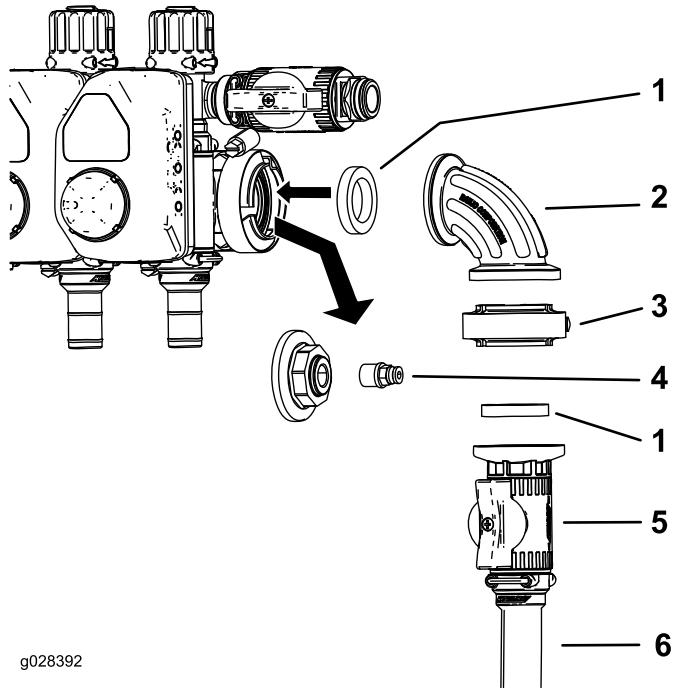

Рисунок 7
- Снимите фланцевый хомут, который крепит торцевую крышку и муфту на отверстии манометра (Рисунок 7 или Рисунок 8).
- Снимите муфту с торцевой крышки (Рисунок 7 и Рисунок 8).
- Установите регулирующий клапан в сборе, как показано на Рисунок 7 или Рисунок 8.
- Установите муфту в открытое отверстие прямоугольного штуцера (Рисунок 7 или Рисунок 8).
Примечание: Это отверстие, расположенное в боковой части прямоугольного штуцера на машинах Multi Pro 1750 и Multi Pro WM, находится на передней стороне штуцера (не показана), см. Рисунок 7.
- Подсоедините шланг подачи шлангового барабана к регулирующему клапану, используя шланговый хомут (Рисунок 7 или Рисунок 8).